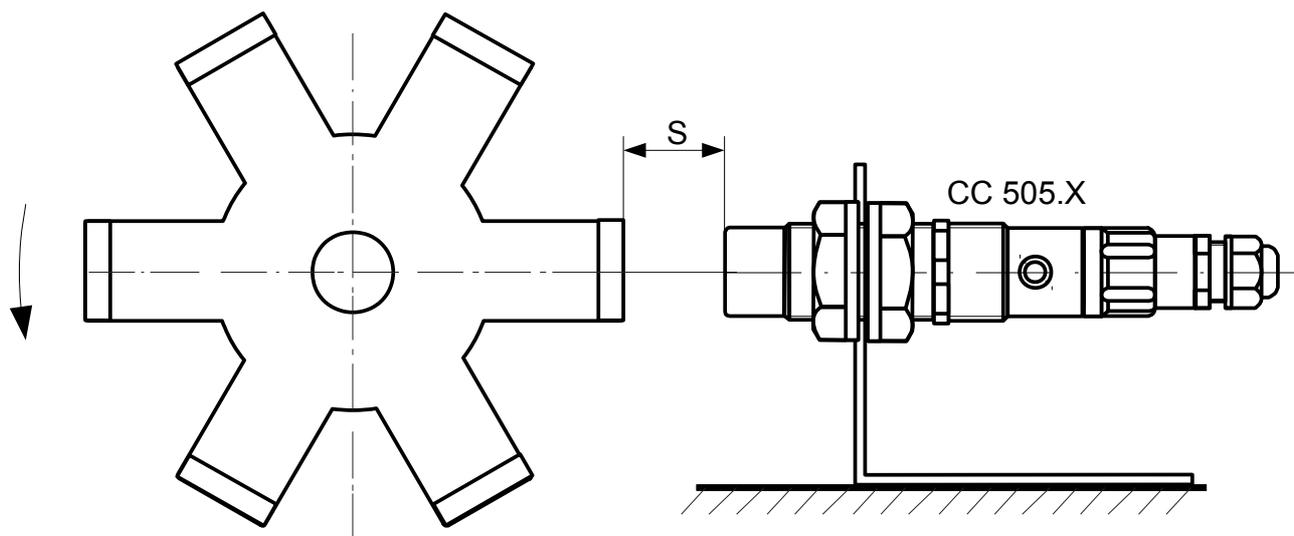

Рисунок 4 - Взаимное расположение сигнализатора и контролируемого механизма
- в) установить сигнализатор так, чтобы расстояние S (рисунок 4) от его торцевой поверхности до управляющей части контролируемого механизма составляло 5...15 мм;